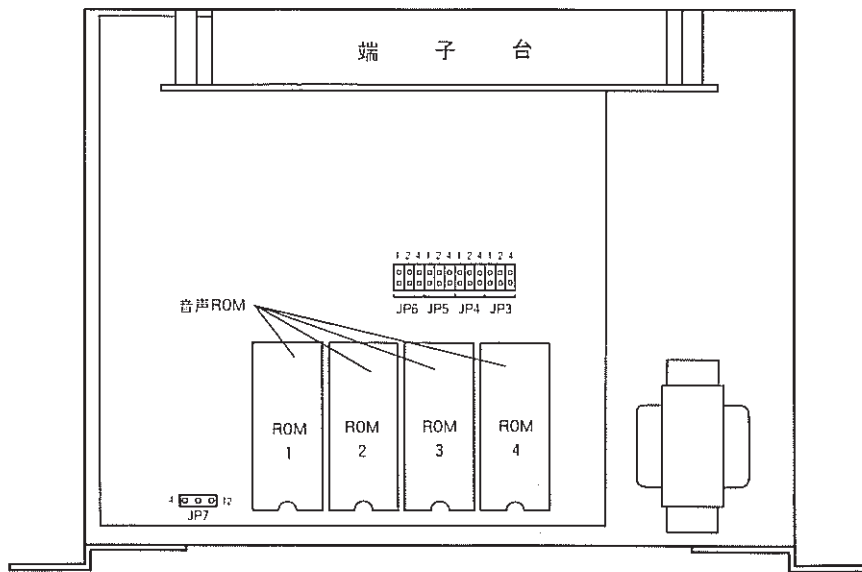

図9. 部品配置図
- 図9、10を参照に基板上にある音声ROM（ソケット式）を引き抜きます。
- 使用する音声ROMタイプ（1M、2M、4M）に変更がある場合、基板上のジャンパーの設定を変更します。（図9及び表5参照）